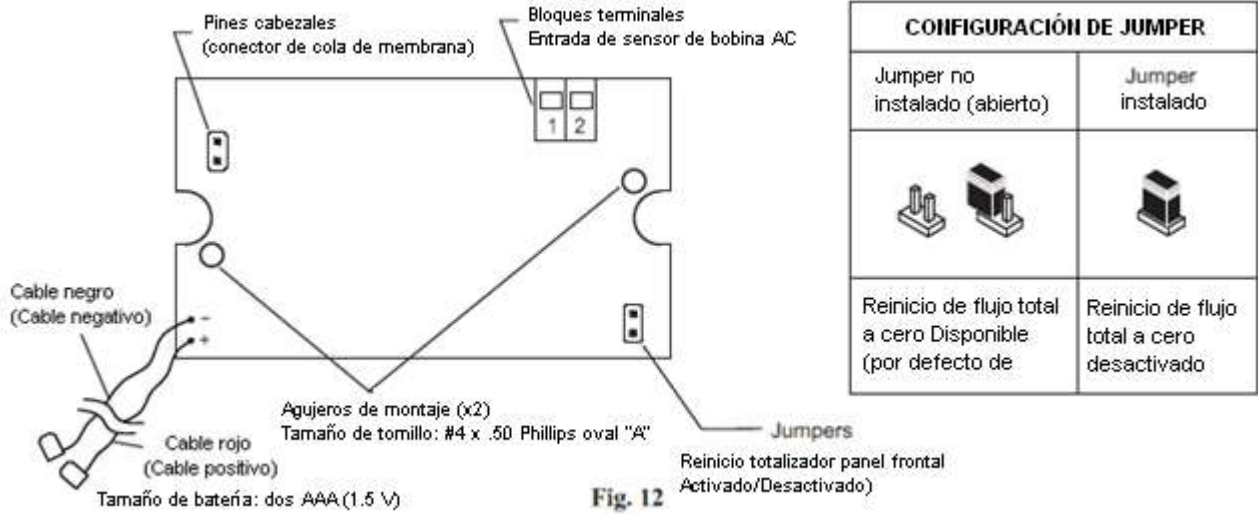

Fig. 12
- Modelo F-1000-TB: El F-1000-TB es el medidor totalizador básico. El medidor indicará la cantidad total de flujo de .01 a 999999 en cualquiera de las unidades de ingeniería. Algunas de las unidades de medida estándar son galones, litros, metros cúbicos. Pulsando y manteniendo pulsado el botón RESET (situado en el panel frontal) durante al menos 2,0 segundos restablece el total a cero. Esta característica se puede desactivar - ver fig. 12 a continuación.
- Modelo F-1000-TR: El F-1000-RT es el ritmo y metro totalizador. El medidor indicará la cantidad de caudal y las cantidades totales de flujo de 01 a 999.999 en cualquiera de las unidades de ingeniería. Algunas unidades de medida estándar son galones por minuto, galones por hora, galones por día, litros por minuto, litros por hora, litros por día, metros cúbicos por hora, metros cúbicos por día. Al pulsar el botón RESET (situado en el panel frontal) cambia la pantalla entre el caudal y el flujo total. Pulsando y manteniendo pulsado el botón RESET durante al menos 2,0 segundos, mientras que el valor del flujo total se muestra el total se restablecerá a cero. Esta característica se puede desactivar - ver fig. 12 a continuación.